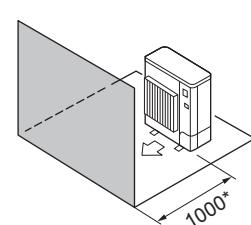

Fig. 2-10
④ Alleen obstakels aan de voorzijde (Fig. 2-10)